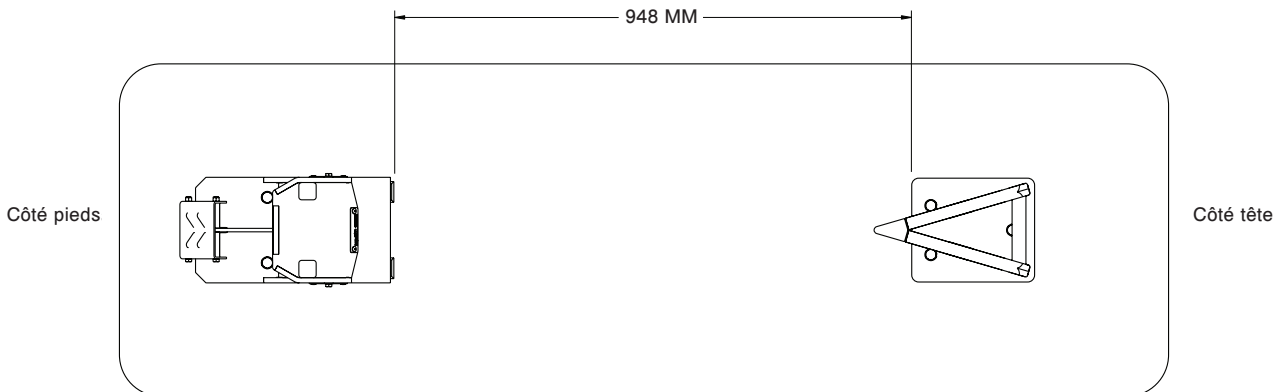

Figure 11 – Distance entre les dispositifs de fixation
8. Vérifier la distance entre les dispositifs de fixation, comme le montre la Figure 11.